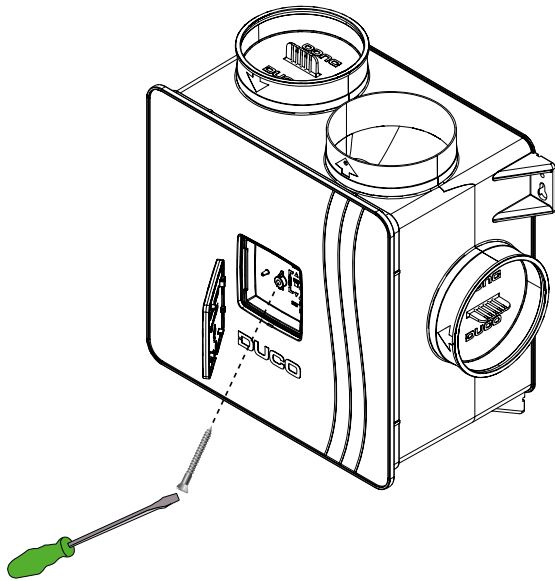
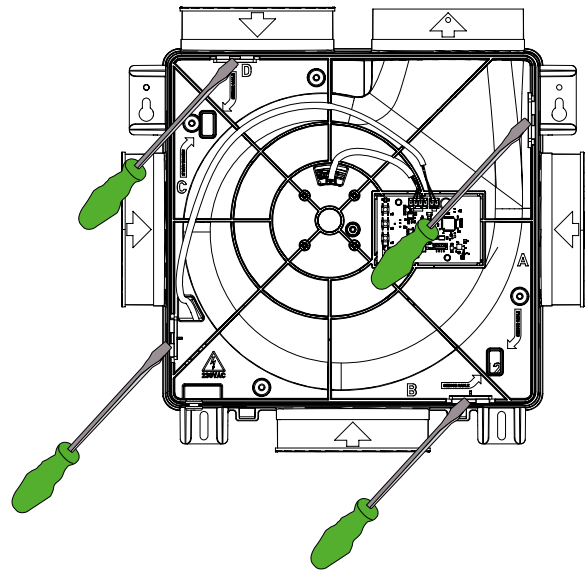

Figure 11 : retirez la plaque de couverture et dévissez le couvercle.
Figure 12 : détachement de la plaque support moteur
1. Mettez la DucoBox Reno hors tension et retirez le couvercle de la DucoBox Reno. Pour ce faire, retirez d'abord la vis située derrière la plaque de couverture. (Figure 11 : Retirez la plaque de couverture et dévissez le couvercle).
2. Détachez la plaque support moteur en dépliant les 4 clips. Pour ce faire, glissez un tournevis plat derrière le clip et inclinez-le légèrement vers l'arrière (environ 5 mm) de manière à ce que le clip se dégage de l'ouverture du caisson (voir Figure 11 : ouvrir le caisson et Figure 12 : retirer la plaque support moteur).